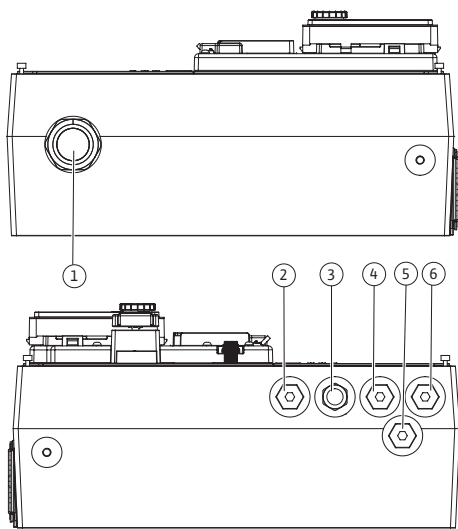

Fig. 24: Prensas-cabos/passagens de cabos (11 kW – 22 kW)
Existem cinco passagens do cabo para a caixa de terminais num dos lados do módulo eletrónico (Fig. 24). A passagem do cabo para o fornecimento de tensão está localizada no outro lado.
Introduzir o cabo de ligação através do prensa-cabo M40 (Fig. 24, pos. 4, para 11 kW – 22 kW).